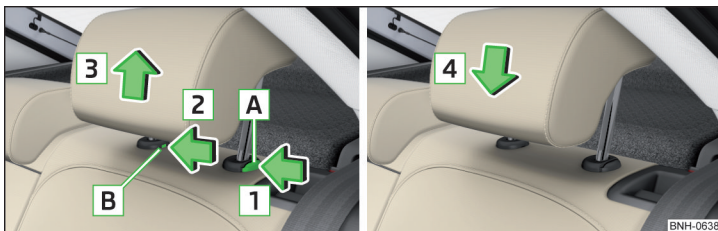

Fig. 77 Scoaterea/introducerea tetierei din spate
- » Pentru **scoatere**, mențineți butonul de siguranță **A** în sensul săgeții **1**, în același timp cu o șurubelniță plată (cu lățimea de maxim 5 mm), apăsați butonul de siguranță în deschiderea **B** în sensul săgeții **2** și scoateți tetiera în sensul săgeții **3** » fig. 77.